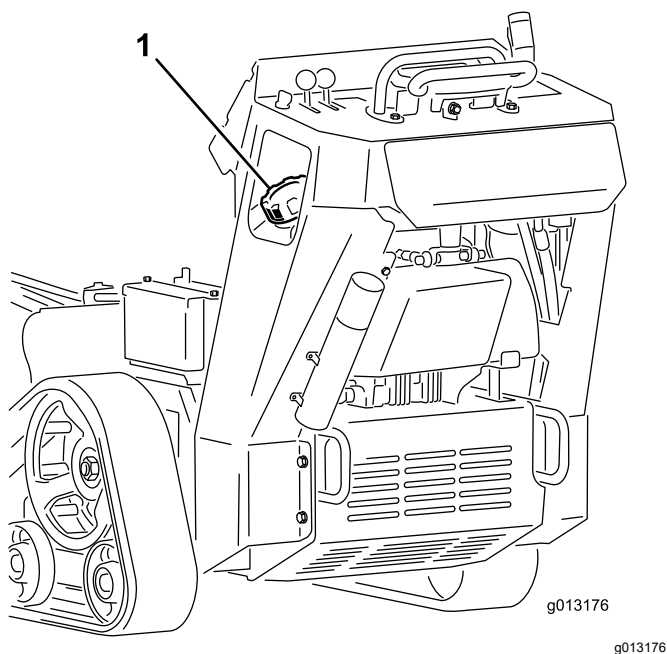

Figure 16
3. Nettoyez la surface autour du bouchon du réservoir et enlevez le bouchon (Figure 16).